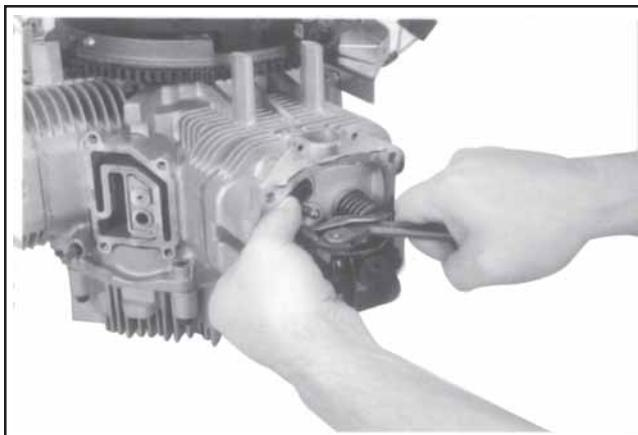

Figura 11-43. Posizionamento delle aste di spinta.
4. Utilizzando una chiave oppure un attrezzo per il sollevamento dei bilancieri (vedere Sezione 2), sollevare i bilancieri e posizionare le aste di spinta al di sotto. Vedere Figura 11-43.